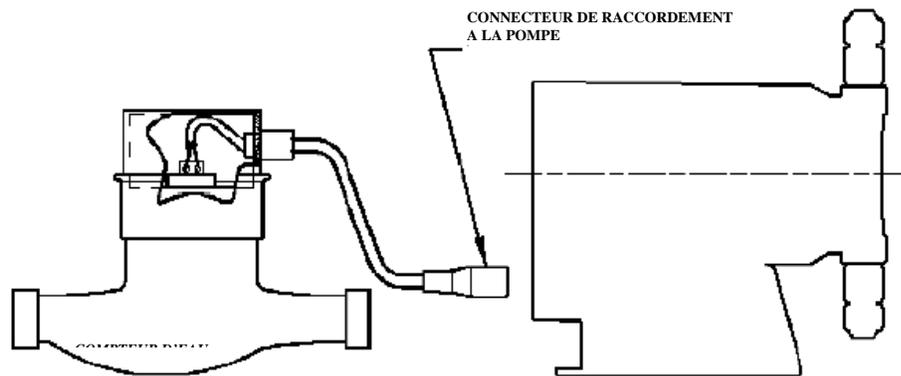

FIGURE 12
- Un raccordement typique de la pompe avec le compteur d'eau à impulsions est représenté dans la figure 12.